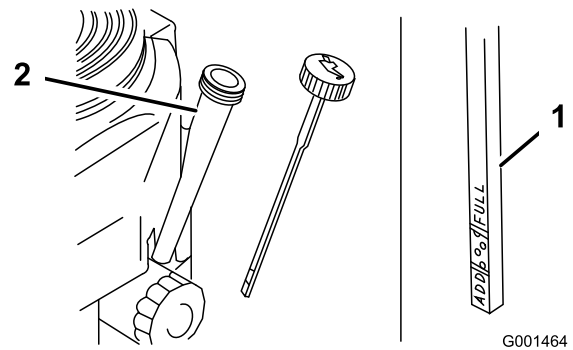

Figure 24
4. Nettoyez la surface autour de la jauge d'huile (Figure 24) pour éviter que des impuretés ne s'introduisent dans le goulot de remplissage, ce qui risquerait d'endommager le moteur.
5. Retirez la jauge d'huile et essuyez soigneusement son extrémité (Figure 24).
6. Remettez la jauge au fond du tube de remplissage, mais sans la visser (Figure 24).
9. Versez avec précaution environ 80% de la quantité d'huile spécifiée dans le goulot de remplissage (Figure 24).